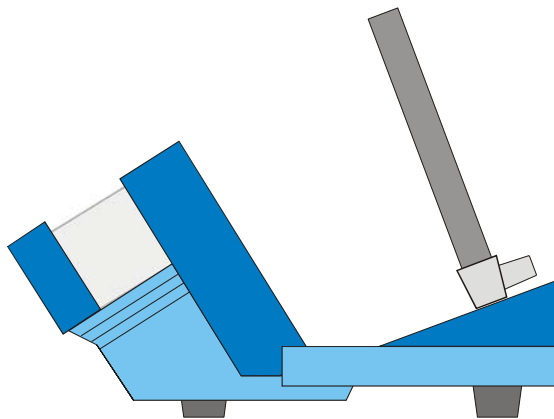

Fig. 2 Montaggio della bobina per campo assiale
- Introdurre la base della bobina nella scanalatura dalla parte anteriore. Accertarsi che i collegamenti siano rivolti in avanti (ved. Fig. 2).